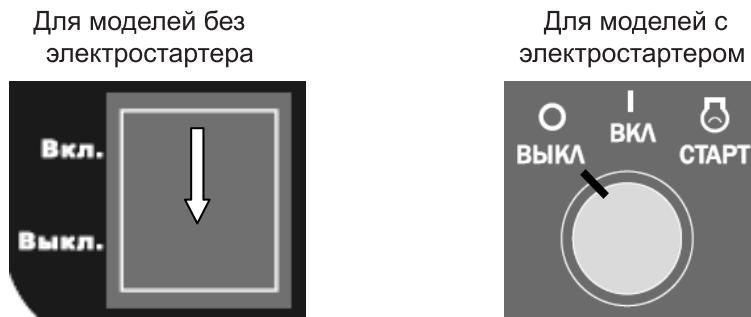

Рис. 15
1. Переведите выключатель двигателя в положение «Выкл.» (Рис. 15)